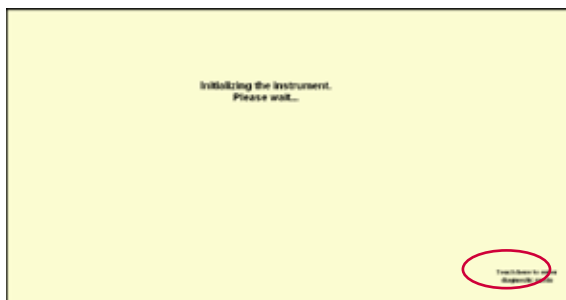
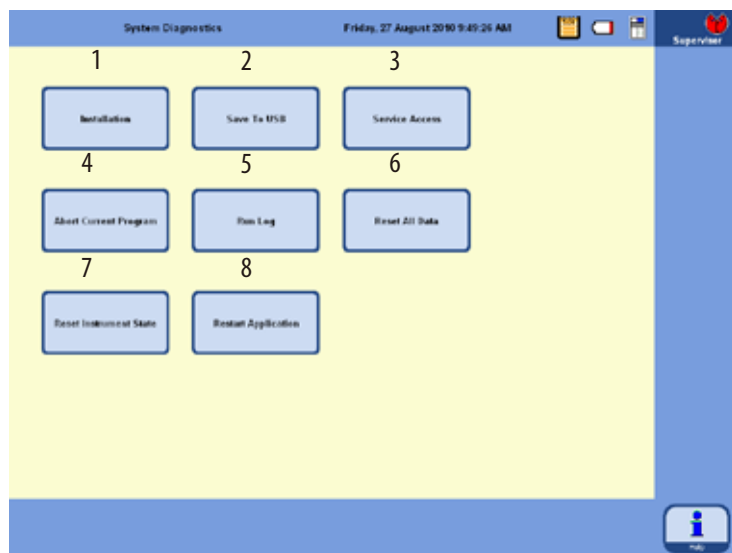

Рис. 58
Рис. 60
- После включения происходит инициализация прибора, занимающая непродолжительное время. Этот процесс отображается на дисплее (рис. 58).
в правом нижнем углу во время инициализации (рис. 58). Вы попадёте в меню **SYSTEM DIAGNOSTICS** (рис. 60).
Для этого нажмите кнопку **RESTART APPLICATION** (8 на рис. 60) и ответьте **YES** на следующий запрос. Инициализация начнётся заново, как показано на рис. 58 и рис. 59.